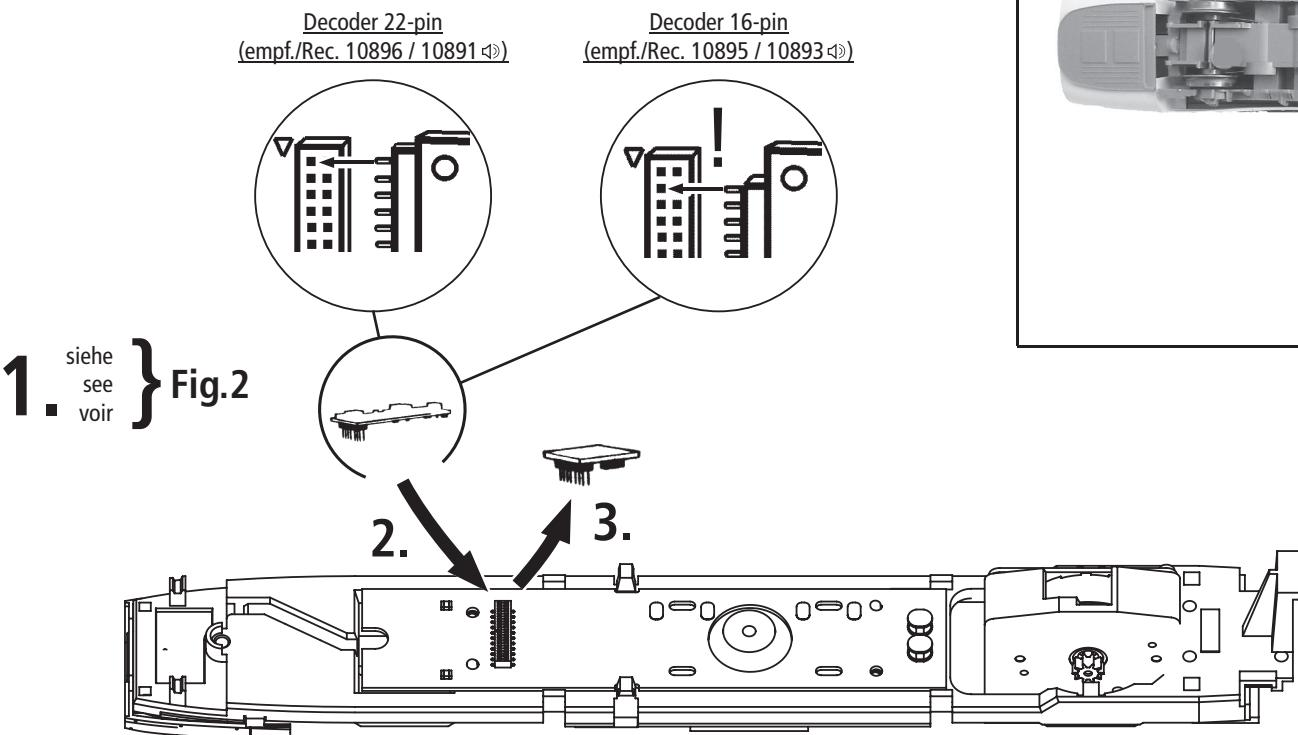

Fig. 7
3. Hafltreifenwechsel: Die **Hafltreifen** mit einer Nadel od. mit einem feinen Schraubendreher abziehen (Fig. 7). Beim Aufziehen der neuen Hafltreifen darauf achten, dass diese sich nicht verdrehen.
3. Change of traction tyre: Remove **traction tyre** using a pin or a fine screwdriver (fig. 7). When pressing on the new traction tyre please **avoid twisting it**.